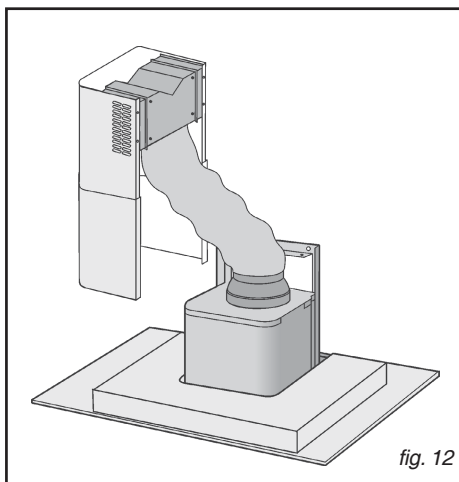

fig. 12
- Raccordez le tuyau souple à la réduction se trouvant sur la bouche de sortie d'air (Fig. 12).